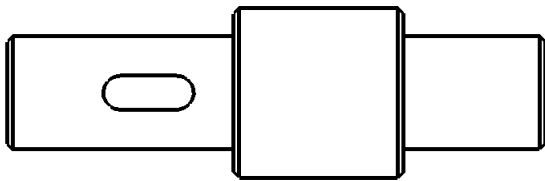

图 8-80 生成零件模型视图
- [3] 在图形区域中单击来放置视图，单击【确定】按钮。生成零件模型视图，如图 8-80 所示。